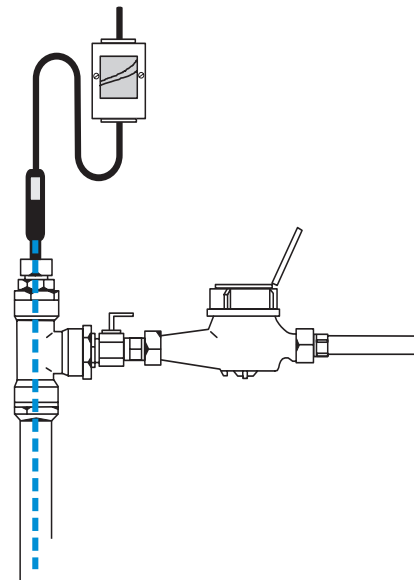
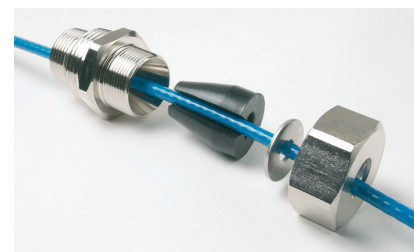

Рис. 10
Рис. 11
3. Кабель установлений усередині труби, див. рис. 10. Спеціальний трубопровідний фітинг (3/4" + 1", 10 бар при 23 °C; входить у комплект DEVlaqua™, але замовляється окремо для DEVlpipeheat™) необхідний для підключення кабелю до труби, див. рис. 11.